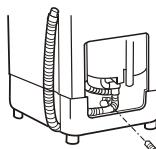

图3
3. 将排水管从底座右侧安装孔伸出,并用排水管架将排水管固定在底座上,并拧紧螺钉,然后将排水管挂钩套在排水管上,再将排水管挂在箱体安装孔上。(如图3所示)